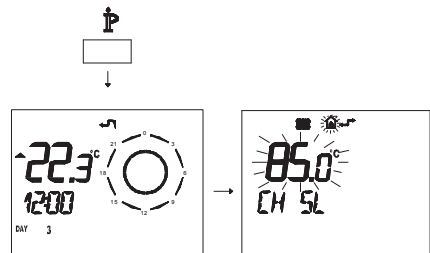

Figura 5.29
La evolución de la temperatura al modificarse el ajuste hecho con los botones 14 y 15 para un K 1,5 se muestra en la Figura 5.29.
- Pulse durante más de 3 segundos el botón para entrar en la modalidad *INFO* (Figura 5.29).